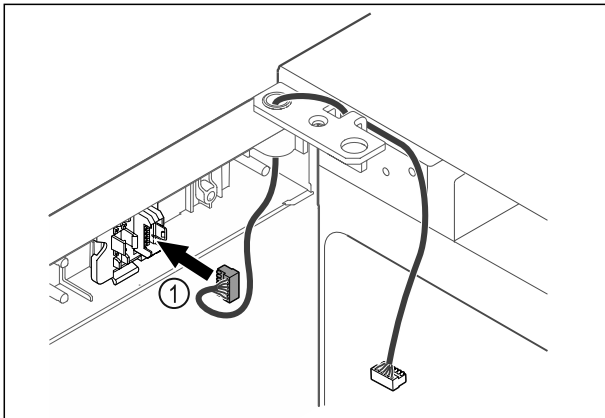

Fig. 36
- Stecker Fig. 36 (1) in Steckerhalterung einstecken.